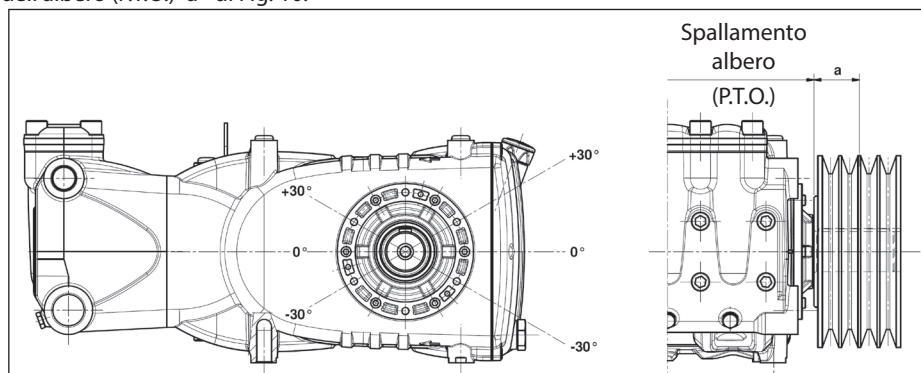

Fig. 10
La trasmissione è considerata adeguata se tale carico è applicato ad una distanza massima $a=40$ mm dallo spallamento dell'albero (P.T.O) come indicato in Fig. 10.
- b) Utilizzare cinghie ad alto rendimento - per esempio **XPB** invece di **SPB** - in quanto risulterà necessaria una quantità inferiore di cinghie a parità di potenza trasmessa ed una conseguente distanza inferiore della risultante rispetto allo spallamento dell'albero (P.T.O.) "a" di Fig. 10.